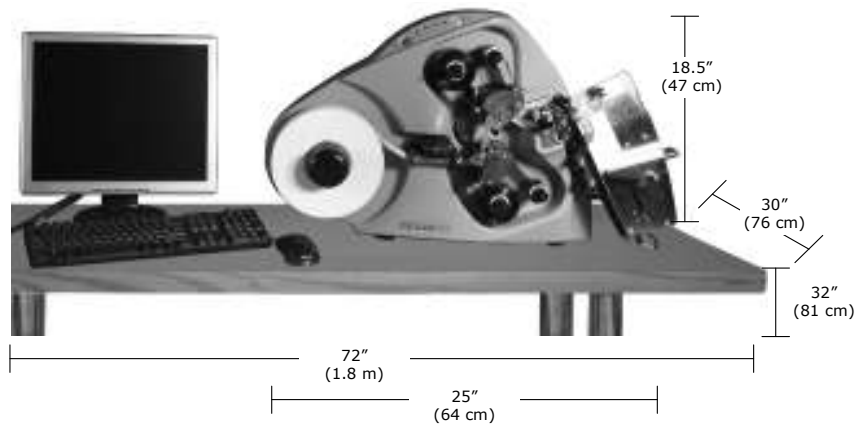

Figura 1. Área de Trabajo Recomendado
La impresora pesa aproximadamente 45 libras (20.5 Kg.) y requiere de una mesa de suficiente calidad y dureza para sostener este peso cuando la impresora este operando. La AVERY DENNISON SNAP 500 necesita una mesa de trabajo industrial con medidas de aproximadamente 72 pulgadas de largo por 30 pulgadas de ancho y 32 pulgadas de alto (1.8 m x 76 cm. x 81 cm.). El computador (si usado) y cualquier opción adicional de la impresora aumentarán el espacio requerido. AVERY DENNISON recomienda que use una mesa industrial. Véase Figura 1 abajo.
1. Escoge área que asegure un flujo óptimo de su producto y la comodidad del operario. Toma en cuenta las demandas físicas del operador, incluyendo la altura de la impresora, el espacio alrededor de ella, y la accesibilidad a ella. Véase Figura 1 abajo.
1. Vea el nivel de voltaje que se muestra en una ventana en la parte trasera de la impresora (ver figura 1). Si el número mostrado ahí coincide con el voltaje de su ubicación, usted puede proceder con la configuración de su impresora.
- En los Estados Unidos marque (570) 888-6641.